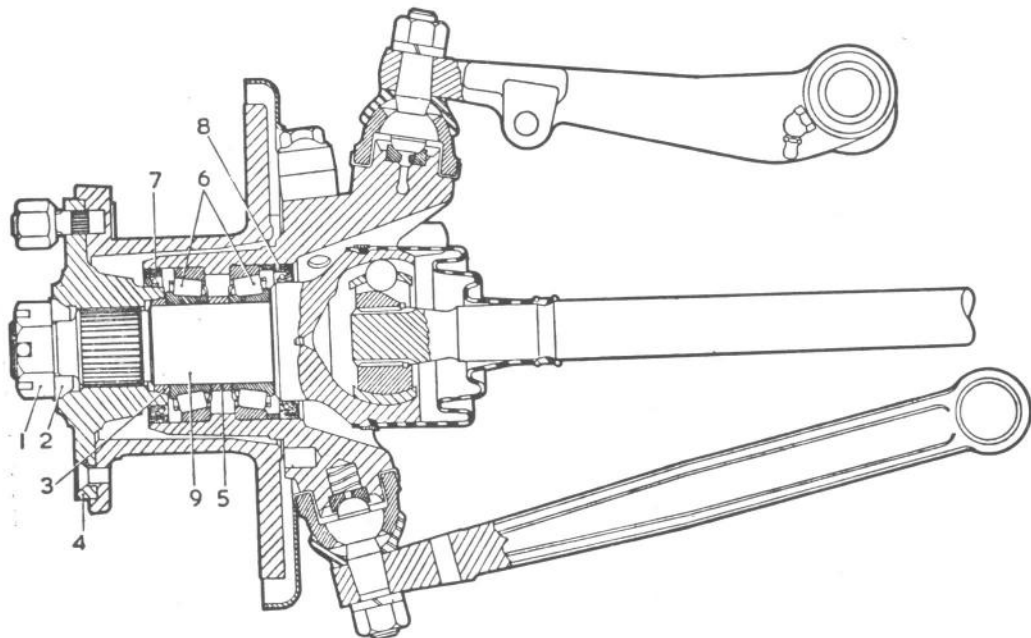

Fig. 5.2.—Sección del semitren delantero, en el modelo COOPER "S" (frenos de disco).
- golpear el extremo del eje de rueda, con un martillo de plástico, a la vez que se tira hacia afuera del cubo y del disco de freno (fig. 5.2.).